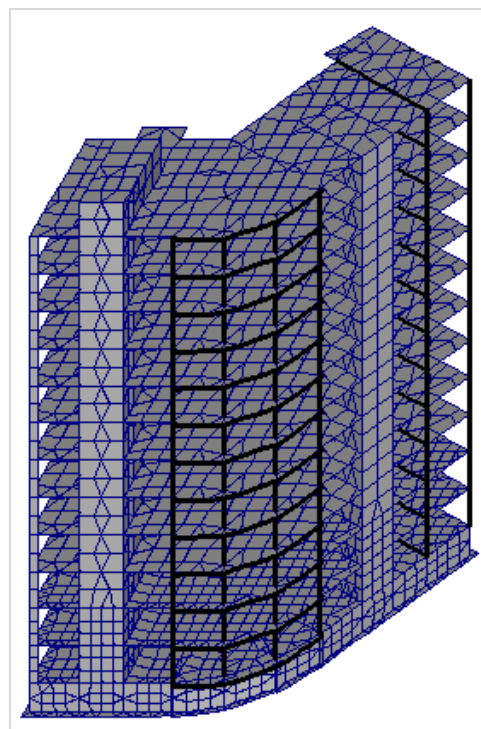

Рис.1.21.1. Результаты МКЭ расчёта
- для учета **Увеличения жесткости грунта в отдельных загрузениях (двойной расчет)** установите флажок для опции **Сеймика** (рис.1.21.1);